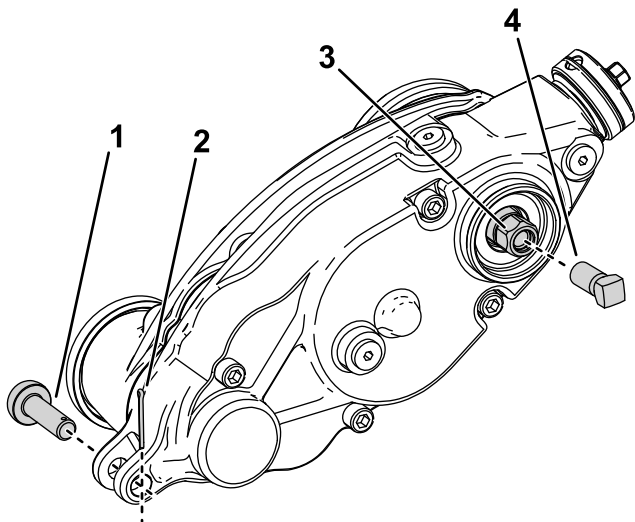

図 25
3. グルーマを駆動ボックスをアジャスタアームに接続しているアジャスタピンとコッターピンを外す 図 25。
5. 図 25 のように、補強ねじ P/N 1-803022 別売をグルーマ駆動六角ヘッドのねじ溝に取り付けて 13.5 Nm 1.4 kg.m = 120 in-lbs にトルク締めする。
6. グルーマ駆動六角ヘッドを回して、リールからグルーマ駆動ボックスを外す 図 25。